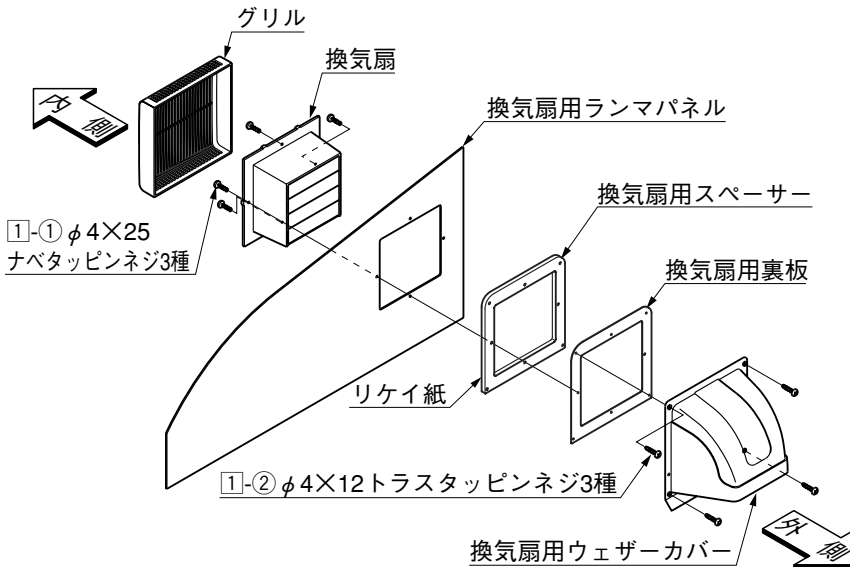

図4-3 換気扇取付詳細
- ①換気扇用スペーサーのリケイ紙をはがしてください。
- ②図4-3にしたがって換気扇用スペーサーの穴と、換気扇用ランマパネルの穴を合せて貼付けてください。このとき、換気扇用スペーサーの角Rの大きい方(※1)を上にしてください。
- ③換気扇用ランマパネルの内側から換気扇を、外側から換気扇用裏板を差込んでください。このとき、換気扇用裏板は角Rの大きい方(※2)を上にしてください。
- ④換気扇と換気扇用裏板を①-①で換気扇用スペーサーが1mm~2mmつぶれるまでしめつけて固定してください。
- ⑤換気扇用裏板に換気扇用ウェザーカバーを①-②で取付けてください。